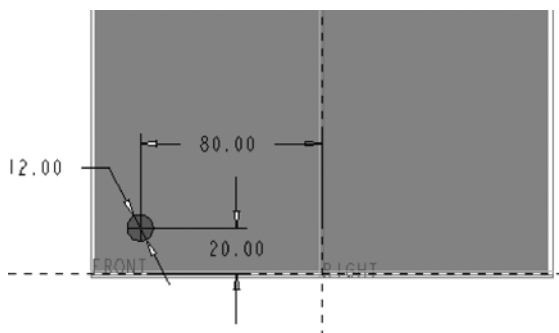

图 5-15 绘制剖面
(1) 单击 (拉伸) 按钮, 打开“拉伸”选项卡, 默认确保选中 (实体)、 (移除材料) 按钮和 (移除与钣金曲面垂直的材料) 按钮。
(2) 单击“放置”选项标签以打开“放置”面板。单击“放置”面板上的“定义”按钮, 弹出“草绘”对话框。在“草绘”对话框中单击“使用先前的”按钮, 进入草绘模式。
(3) 绘制图 5-15 所示的剖面, 单击 (确定) 按钮。